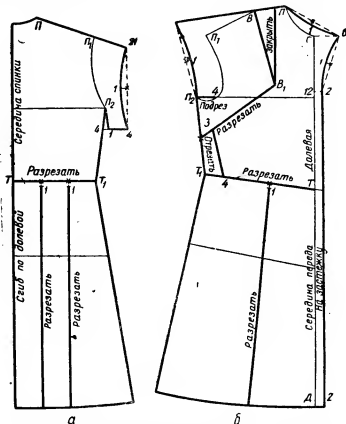

Рис. 216. Нанесение линий фасона платья с цельнокроеным подрезным рукавом:
**Спинка.** По линии талии наносят линию разреза (рис. 216, а). Линию талии делят на три равные части и обозначают точками деления. От каждой точки деления вниз проводят вертикальные линии параллельно середине спинки и откладывают от линии талии по 1 см.
Полочка. По линии талии наносят линию разреза (рис. 216, б). На точку П и точку В (верх вытачки) кладут линейку и проводят линию плеча, равную длине плеча спинки минус 1 см и плюс ширина вытачки: